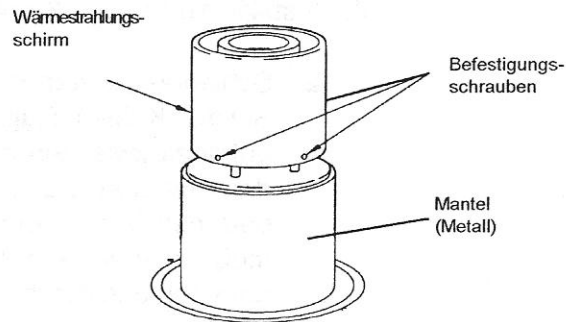

Abbildung 5.3 — RCS-DDK-Zelle
3. Packen Sie die RCS-DDK-Zelle aus, und nehmen Sie den Wärmestrahlungs-Schirm ab, indem Sie die drei Befestigungsschrauben (s. Abbildung 5.3) herausdrehen.